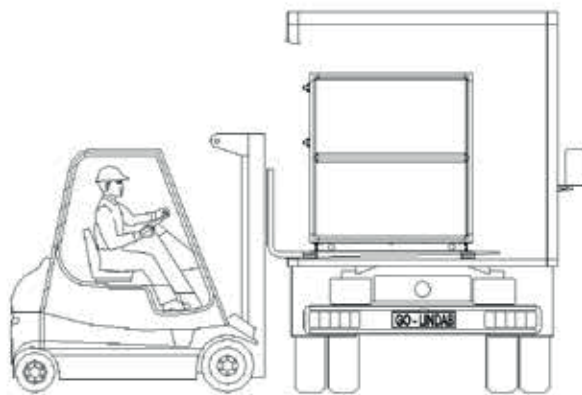

Рис. 3
- При погрузке или выгрузке с помощью вилочного погрузчика систему кондиционирования всегда следует перемещать с опорой на предусмотренные деревянные бруски или поддон (рис. 3).